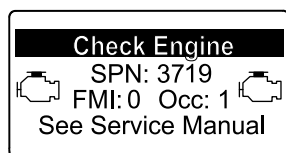

図 43
- リカバリ再生が必要になると、インフォセンターにエンジン警告 SPN 3719, FMI 16 (図 43) が表示され、エンジン出力が 85% にダウンします。